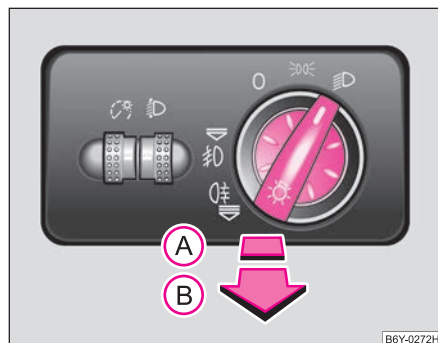

Fig. 32 Cuadro de interruptores: Conmutador de luces
- Gire el conmutador de luces ⇒ fig. 32 hasta la posición $\Rightarrow$.
En los vehículos con **dirección a la derecha***, la disposición de los conmutadores se diferencia en parte de la disposición mostrada en ⇒ fig. 32. No obstante, los símbolos que marcan las posiciones de los interruptores son iguales.
- Gire en primer lugar el conmutador de luces ⇒ **página 58, fig. 32** a la posición ☞ o ☞D.
- Tire hacia fuera del conmutador de luces hasta la **primera** muesca (A).
- Tire hacia fuera del conmutador de luces hasta la **segunda** muesca (B). Al mismo tiempo también se encienden los faros antiniebla*.